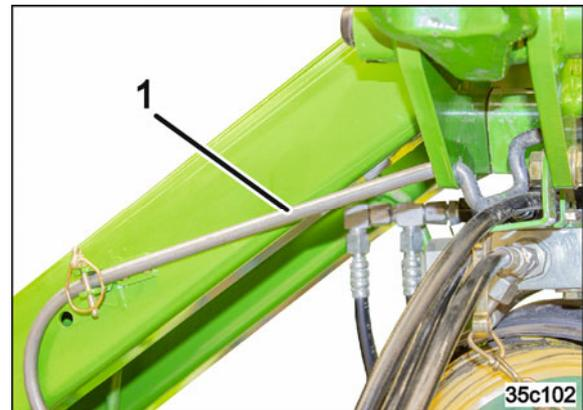

Fig. 85
12. Den Bügel an der Transporthalterung befestigen und mit einem Klappstecker (Fig. 85/1) sichern.